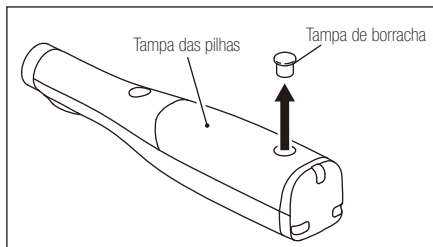

Fig. 13
- 2) Retire a tampa de borracha da tampa das pilhas com uma chave de fendas fina e plana. (Fig.13)